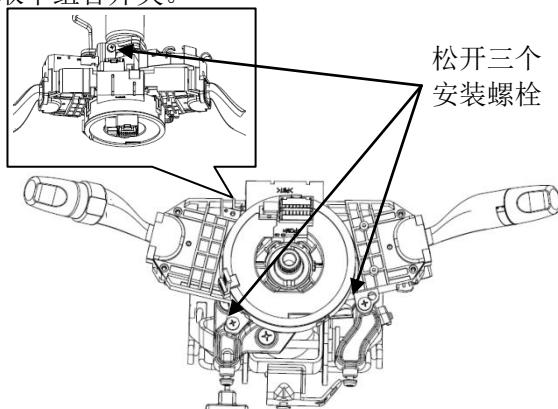

图 4-6
①拔下所有连接在时钟弹簧、组合开关上的接插件。
②用十字起松开组合开关的三个安装螺钉（两个位于正面、一个位于背面），如图 4-6 所示，取下组合开关。